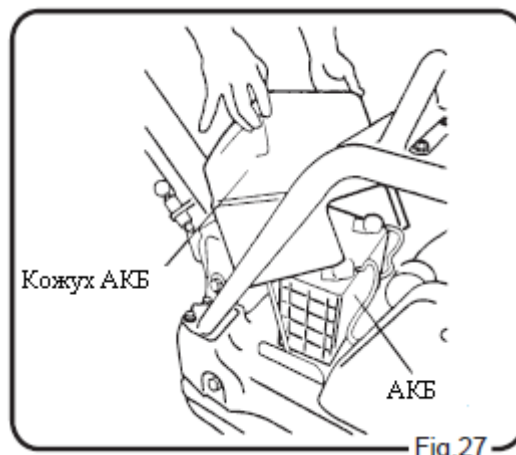

Fig.27
1. **Демонтаж АКБ (рис. 27, 28)**
- a. Отверните болты М8 (4) и снимите кожух АКБ.